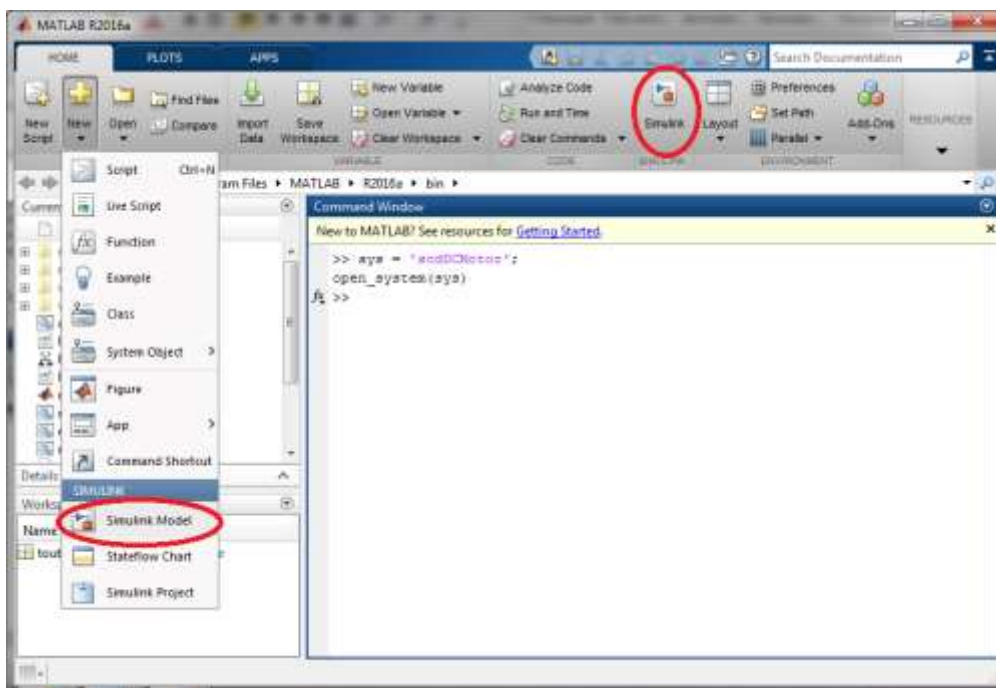

Рис. 1 Кнопки запуска Simulink
1. Запустим программу MATLAB. Запустим редактор Simulink из её главного меню или кнопкой панели инструментов (Рис. 1). В появившемся окне выберем Blank Model.